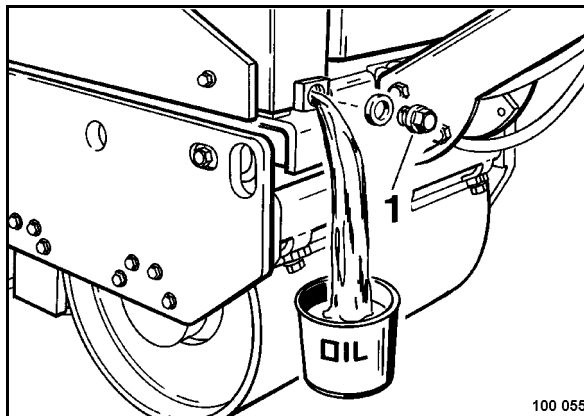

Fig. 83
- Desenroscar el tornillo de descarga (1) (Fig. 83) y recoger el aceite usado.